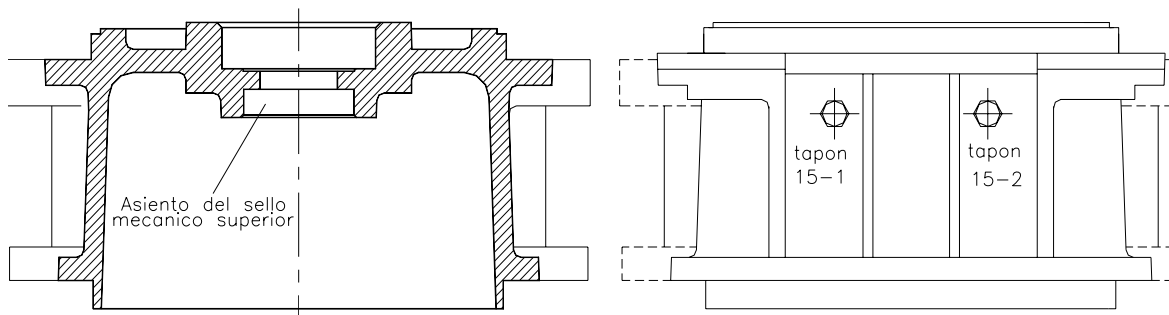

Fig. 4. ↑ Cámara de sellado de las bombas de las series UNI, Robusta y AFP con sistema de doble sello.
**Cámara de los sellos** - Colocar la bomba en posición vertical, remover el tapón (15-1), ver la Fig. 4. El nivel de aceite debe estar aproximadamente a 1 cm por debajo del tapón. Si es necesario añadir aceite, remover el tapón (15-2) y llenar hasta el nivel requerido. Colocar de nuevo los tapones revestidos con teflón. La cámara de los sellos debe contener 1litro de aceite.